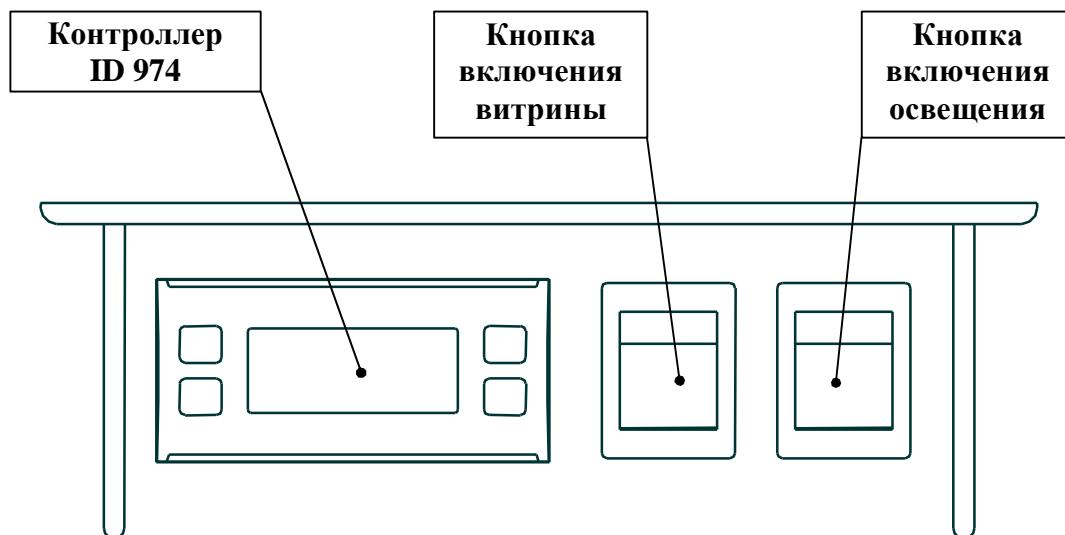

Рис. 2. Блок управления витрины «ВИЛИЯ» ВН
- Электрическая система включает в себя пульт управления, защитный автоматический выключатель, блок силового электрооборудования, нагревательные элементы (для электрической оттайки испарителя, подогрева стеклопакета и боковин) и встроенный верхний светильник. На пульте управления находится (см. рис. 2): выключатель питания, выключатель освещения, электронный регулятор (контроллер). Защитный автоматический выключатель и блок силового электрооборудования располагаются в подставке под корпусом витрины.